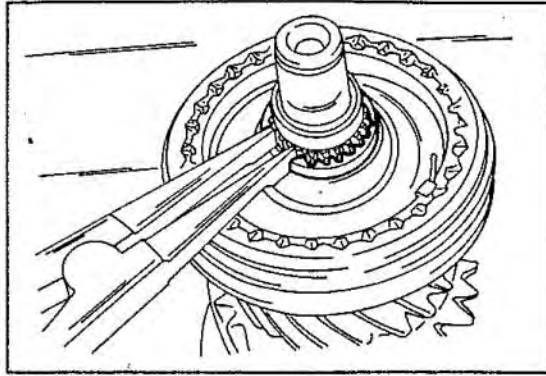

**Bild 150**
- Tachometerschnecke aufpressen. Dabei ist ein Mass von  $123,5 \text{ mm} \pm 0,5 \text{ mm}$  zu beachten, welches von den in Bild 150 gezeigten Stellen aus zu messen ist.